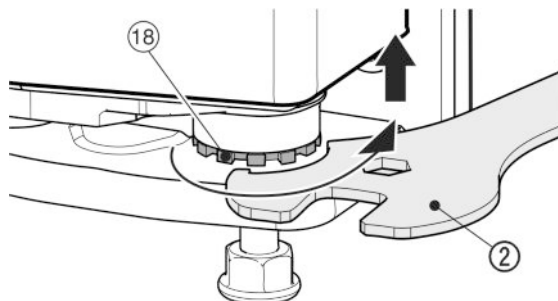

Fig. 18
- ▶ Az ajtó megemeléséhez a tartócsapot Fig. 18 (18) a mellékelt villáskulccsal Fig. 18 (2) jobbra tekerje ki. Kiszállítási állapotban a tartócsap teljesen be van tekerve.